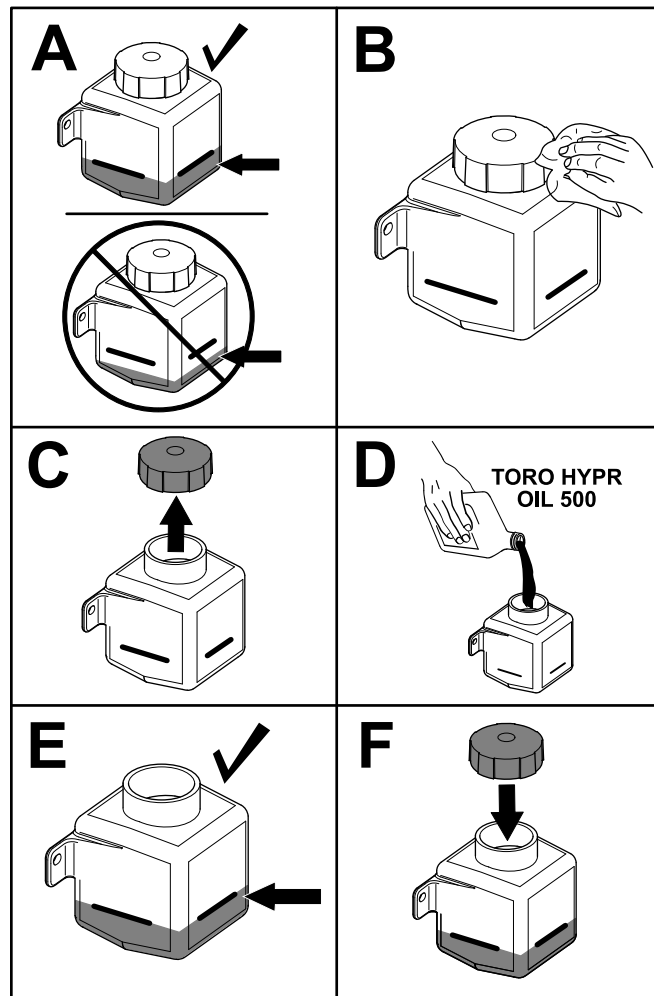

Figure 62
4. Vérifiez le niveau de liquide sur le côté du réservoir hydraulique (Figure 62). Poursuivez la procédure si le niveau est en-dessous du niveau de remplissage à froid.
5. Nettoyez la surface autour du bouchon du réservoir hydraulique (Figure 62).
6. Enlevez le bouchon du goulot de remplissage et faites l'appoint de liquide dans le réservoir jusqu'à ce qu'il atteigne le niveau de remplissage à froid (Figure 62).
7. Remettez le bouchon sur le réservoir (Figure 62).